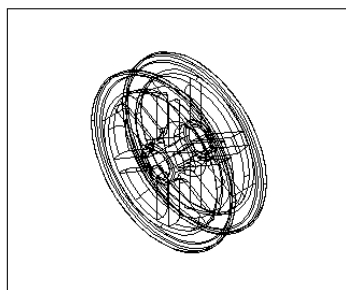

图 2-7
9. 移动上述实体。单击  按钮或者在命令行直接输入 move, 将作好的小轮从 (0, 0, 0) 点移动到 (-400, 0, 0) 点。如图 2-7 所示。